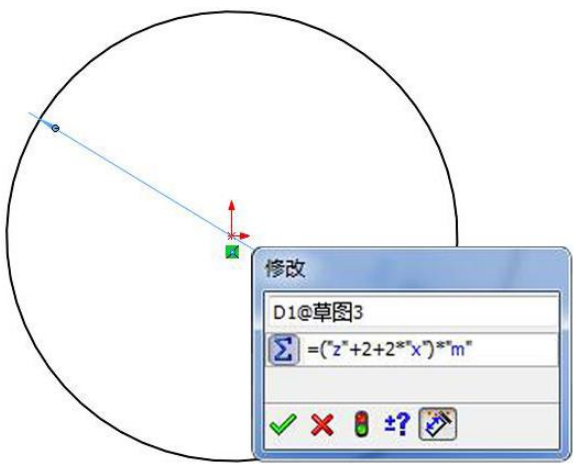

图 3-31 齿顶圆草图
(1) 创建一个零件，在“上视”基准面上创建二维草图，以草图原点为圆心绘制圆，其直径为齿轮齿顶圆直径。根据齿轮几何关系，齿顶圆直径  $d_a = (z+2+2x)m$ （标准齿轮齿顶高系数为 1），用智能尺寸定义直径，在“修改”对话框中输入  $=(“z”+2+2*“x”)*“m”$ ，如图 3-31 所示。